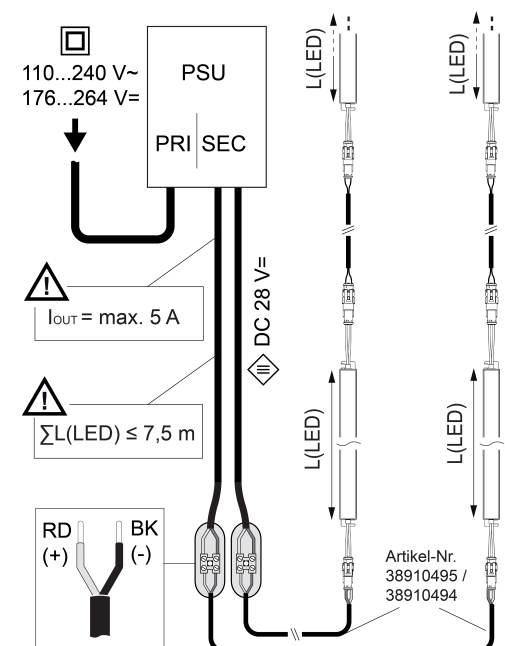

Bild 5: Anschlusskizze
- LED-Lichteinsätze gemäß Anschlusskizze anschließen (Bild 5).